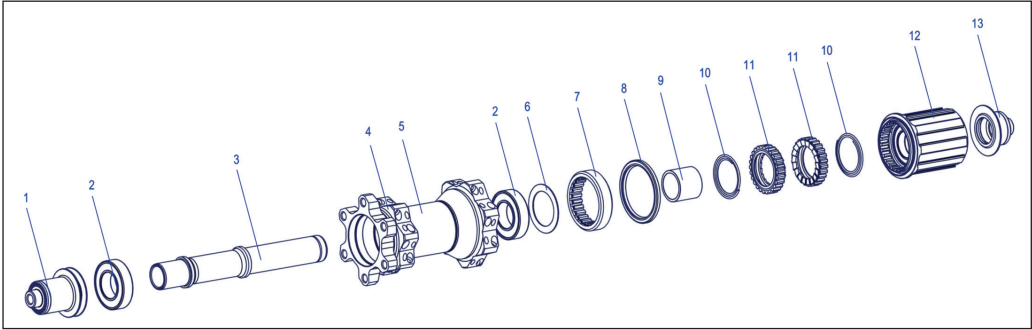

Abbildung 2: Übersicht Hinterrad Nabe mit Ratchet System®
1. Linken Endanschlag (Abbildung 2/1) in einen Schraubstock einspannen.
3. Rechten Endanschlag (Abbildung 2/13) in einen Schraubstock einspannen.
5. Rotor (Abbildung 2/12) vorsichtig von der Nabe abziehen.
6. Federn (Abbildung 2/10), Zahnscheiben (Abbildung 2/11) und Hülse (Abbildung 2/9) von der Nabe abnehmen.
3. Gewinding (Abbildung 2/7) durch Drehen der Nabe gegen den Uhrzeigersinn lösen und herausdrehen.
- Die Dichtung (Abbildung 2/8) vor dem Gewinding wird durch das Abschrauben des Gewinderings aus ihrem Presssitz gelöst.
5. Gewinding (Abbildung 2/7), Dichtung (Abbildung 2/8) und Passscheibe (Abbildung 2/6) abnehmen.
1. Kugellager (Abbildung 2/2) gegenüber der Antriebsseite mit leichten Hammerschlägen auf die Achse Herausschlagen.
1. Achse (Abbildung 2/3) mit der kurzen Seite durch das zweite Kugellager (Abbildung 2/2) auf der Antriebsseite stecken.
3. Lange Seite der Achse (Abbildung 2/3) in die Montagehülse stecken.
5. Neues Kugellager (Abbildung 2/2) mit der farbigen Seite nach aussen auf das Nabengehäuse auflegen.
8. Achse (Abbildung 2/3) aus dem Nabengehäuse herausnehmen.
2. Gewinding (Abbildung 2/7) mit der Aussparung nach oben auf das Gewinding-Werkzeug aufschieben.
3. Passscheibe (Abbildung 2/6) in die Aussparung des Gewindingrings einlegen.
8. Achse (Abbildung 2/3) mit der kurzen Seite nach unten in die Montagehülse einstecken.
10. Dichtung (Abbildung 2/8) auf das Montagewerkzeug für die Dichtung aufstecken.